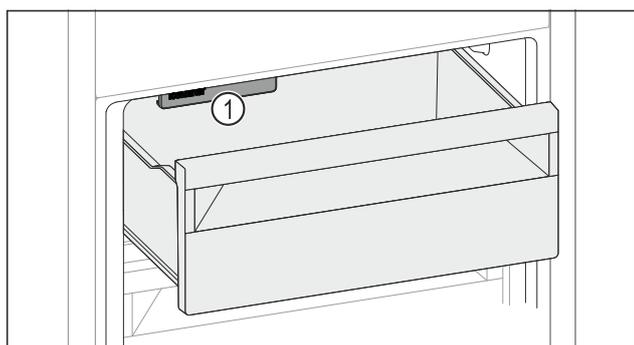

Fig. 168
- Tenere in considerazione l'IceMaker Fig. 168 (1).